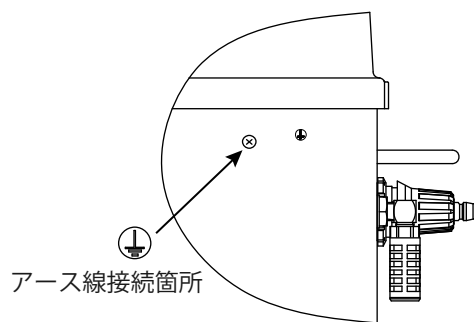

Fig.4.2
- 2) 指定箇所からアース線を接続してください。なお、アース線は断面積 2.0 mm2 以上のものを使用してください。（Fig.4.2）